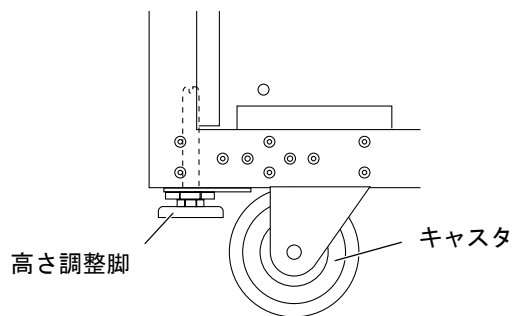

図 4-1 高さ調整脚の格納
7. 高さ調整脚を上げて、キャビネットフレーム内に完全に格納したことを確認します (図 4-1)。